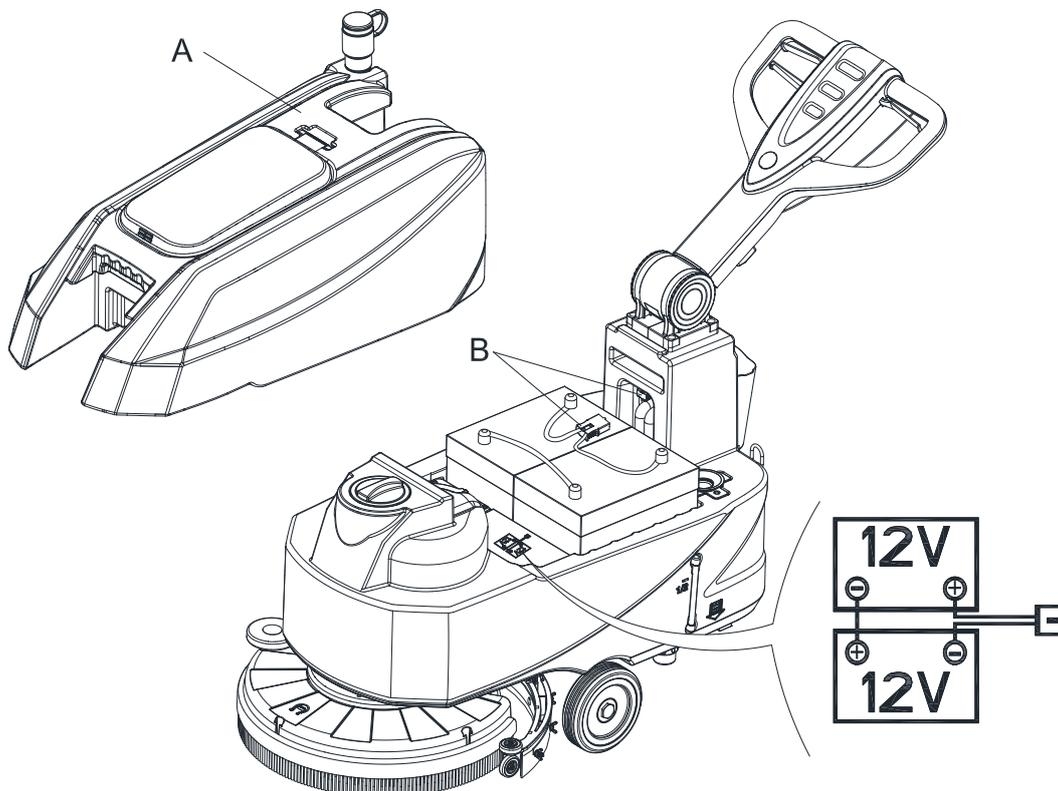

Abb. 3
Für das Gerät sind zwei 12 V Batterien erforderlich, die entsprechend dem Schaltplan (Abbildung 3) anzuschließen sind.
1. Stellen Sie sicher, dass die Akkus über den Steckverbinder (B, Abbildung 3) am Gerät angeschlossen sind.
5. Bewegen Sie den Schmutzwassertank-Einbausatz (A, Abbildung 3) vorsichtig.
7. Verlegen und installieren Sie das Akkukabel (wie in Abbildung 3 gezeigt) und ziehen Sie dann vorsichtig die Mutter auf jeder Akkuklemme an.
8. Versetzen Sie jede Klemme mit einer Schutzkappe und schließen Sie den Akkustecker an (B, Abbildung 3).
9. Den Schmutzwassertank-Einbausatz (A, Abbildung 3) vorsichtig wieder zurückbewegen.